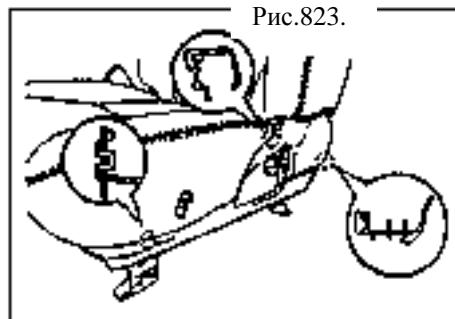

Рис.823.
5. Снимите нижнюю крышку переднего кресла(рис.823).